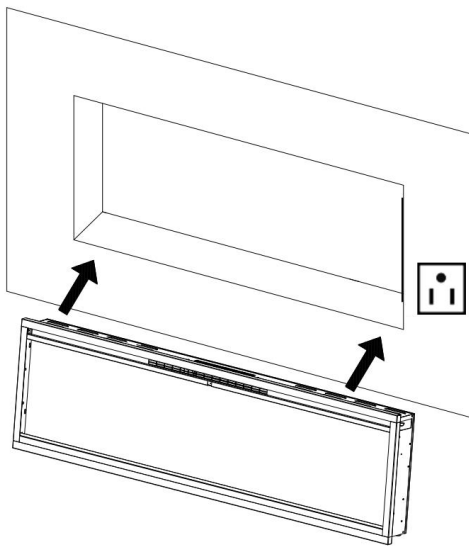

Fig. 2-1
2. Pida a dos personas adultas que levanten la chimenea y la introduzcan en el marco de instalación y, a continuación, fíjela instalando 2 tornillos para madera (B) a través de los orificios (Fig. 2-1, Fig. 2-2).